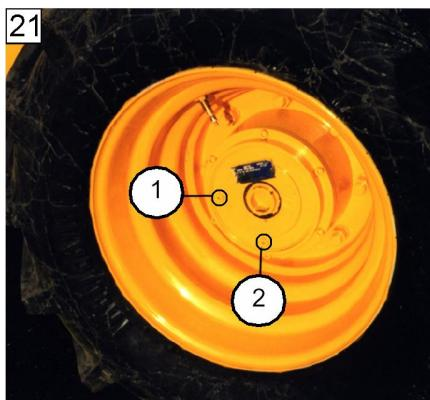

Рисунок 21. Колесный редуктор.
#### Колесные редукторы (рисунок 21)
- отверните пробку 1 (рисунок 21), уровень масла должен быть вровень с пробкой, при необходимости – произведите долив.